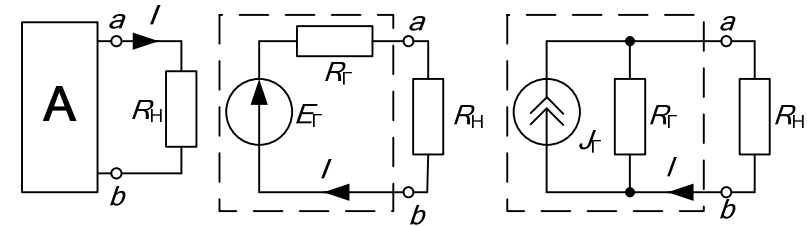

Рис. 2.1.
При расчете линейных электрических цепей часто бывает нужно определить ток в какой-нибудь одной ветви. В этом случае по отношению к зажимам этой ветви всю остальную часть цепи можно рассматривать как активный двухполюсник (рис. 2.1, а) и при расчете заменить его эквивалентным генератором (рис. 2.1, б) с ЭДС E_Γ и внутренним сопротивлением R_Γ .
ЭДС эквивалентного генератора равна напряжению между точками присоединения нагрузки ab при ее отключении. Сопротивление эквивалентного генератора равно сопротивлению между теми же точками при равенстве нулю внутренних ЭДС и задающих токов источников двухполюсника. Возможна и схема эквивалентного генератора с источником тока (рис. 2.1, в), задающий ток которого равен току короткого замыкания активного двухполюсника $I_{кз}$, при этом $J_\Gamma = E_\Gamma / R_\Gamma$.
Для определения тока нагрузки применяются либо формула Тевенена–Гельмгольца (рис. 2.1, б)
либо формула Нортон–Поливанова (рис. 2.1, в)
2. Изобразите одноконтурную схему эквивалентного генератора (рис. 2.1, б) и с ее помощью докажите справедливость формул определения параметров генератора по методу двух нагрузок, используя второй закон Кирхгофа.